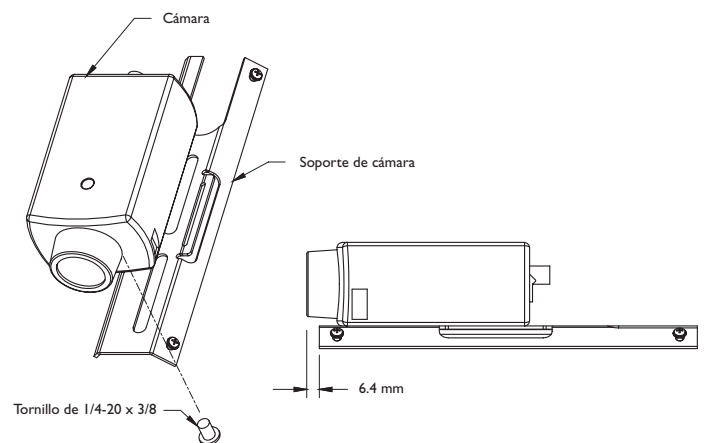

FIGURA 4: Acoplamiento de la cámara
- 3b. Utilice el tornillo de 1/4-20 x 3/8 de pulgada para montar la cámara en el soporte de cámara. La lente debe sobresalir aproximadamente 6 mm de la parte frontal del soporte de cámara. Vea la Figura 4.